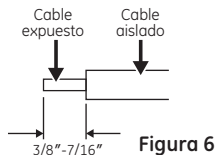

Figura 6
- d. Con un pelacables, pele el cable línea (negro) de suministro de CA de la vivienda, el cable neutro (blanco) y el cable a tierra (verde) para dejar al descubierto 3/8" (9,5mm) - 7/16" (11,1mm) de cable (ver **Figura 6**).